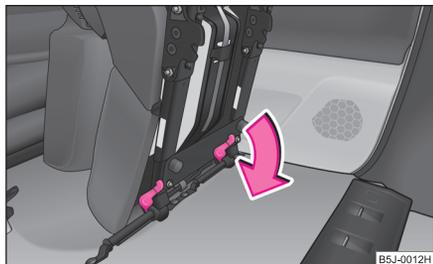

Fig. 54 Desbloqueo del asiento abatido
- Desbloquear el asiento abatido presionando los bloqueos de asiento en sentido de la flecha ⇒ fig. 54.
- Abatir el asiento exterior hacia delante ⇒ página 62 y desbloquearlo ⇒ fig. 54.